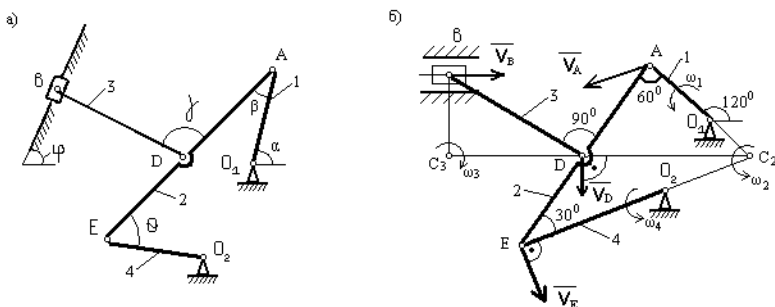

Рис.106
Механизм (рис. 106 состоит из стержней 1, 2, 3, 4 и ползуна В, соединённых друг с другом и с неподвижными опорами  $O_1$  и  $O_2$  шарнирами.
1. Строим положение механизма в соответствии с заданными углами (рис. 106,б)